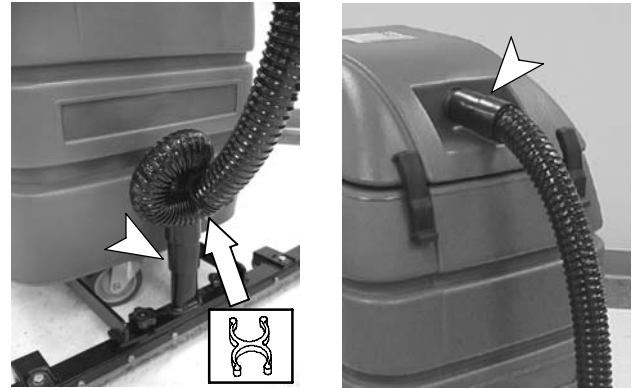

FIG. 6
11. Branchez le tuyau d'aspiration de 117 cm sur le bloc de racloire et sur le rebord du couvercle de la machine (Figure 6).